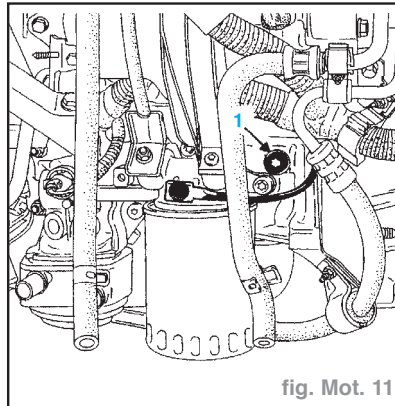

fig. Mot. 11
- Déposer le bouchon de calage de distribution et mettre le moteur au PMH (pige Ø 7 mm **Mot.1318** (fig. Mot. 11)